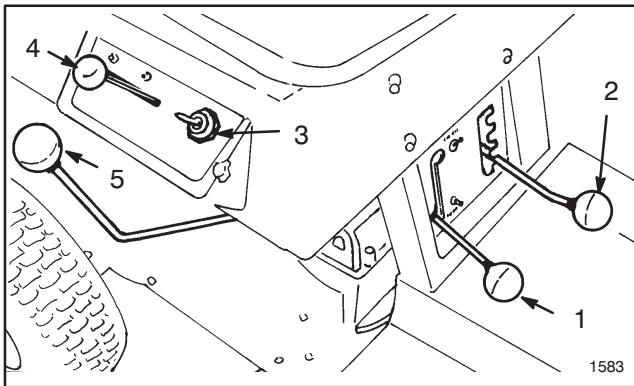

Figure 5
Changement de vitesse (Fig. 5)—La transmission comprend cinq vitesses en marche avant, plus le point mort et la marche arrière. Le levier de changement de vitesse est situé à droite de l'utilisateur. Un blocage de sécurité empêche le démarrage du moteur lorsque la transmission est en prise.
Levier d'embrayage de la lame (Fig. 5)—Le levier d'embrayage de la lame embraye et débraye l'entraînement de la lame. Un blocage de sécurité empêche le démarrage du moteur quand le levier est en position EMBRAYÉ. Le moteur ne peut démarrer que si le levier d'embrayage de la lame est en position DÉBRAYÉ.
Commande des gaz (Fig. 5)—La commande des gaz est connectée au papillon des gaz du carburateur et au starter, et les actionne. La commande offre trois positions: LENT, RAPIDE et STARTER.
Hauteur de coupe (Fig. 5)—Le levier de hauteur de coupe permet de choisir parmi 5 positions de hauteur de coupe, d'environ 4 cm à 9 cm (1-1/2 à 3-1/2 pouces).
Contacteur d'allumage (Fig. 5)—Le contacteur a trois positions: MARCHE, ARRÊT et DÉMARRAGE.
2. S'assurer que le changement de vitesse est au point mort et le levier d'embrayage de la lame en position DÉBRAYÉ à fond (Fig. 5).
3. Mettre la commande des gaz en position STARTER (Fig. 5) si le moteur est froid, ou RAPIDE s'il est chaud.
4. Tourner la clé de contact jusqu'à la position DÉMARRAGE (Fig. 5). Quand le moteur démarre, relâcher la clé et positionner la commande des gaz entre RAPIDE et LENT si l'on a utilisé le starter pour démarrer. La machine donne les meilleurs résultats lorsque la commande des gaz est en position RAPIDE (pleins gaz).
1. Mettre le levier d'embrayage de la lame en position DÉBRAYÉ à fond (Fig. 5).
2. Mettre la commande de hauteur de coupe (Fig. 5) dans la position désirée.